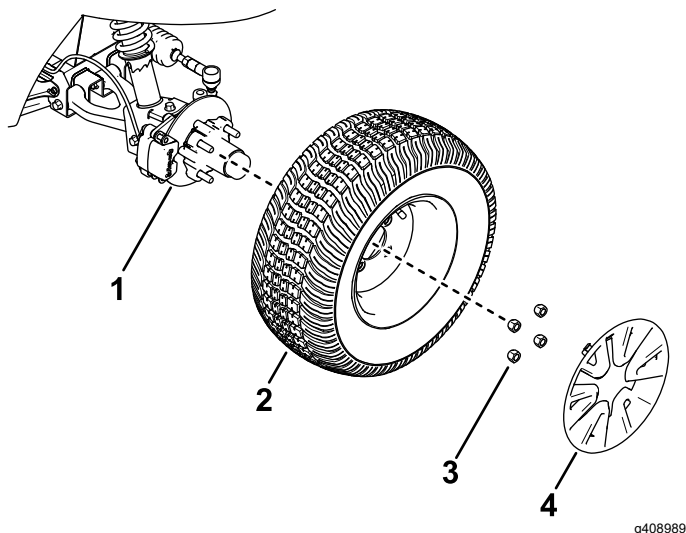

図 27
2. ホイールカバーと、ホイールをハブに固定しているラグナット4個を外す 図 27。
4. ホイールをハブに取りつける。空気バルブを外側に向けて取り付けること 図 27。
5. ラグナットを使用して、ハブにホイールを取り付ける 図 27。